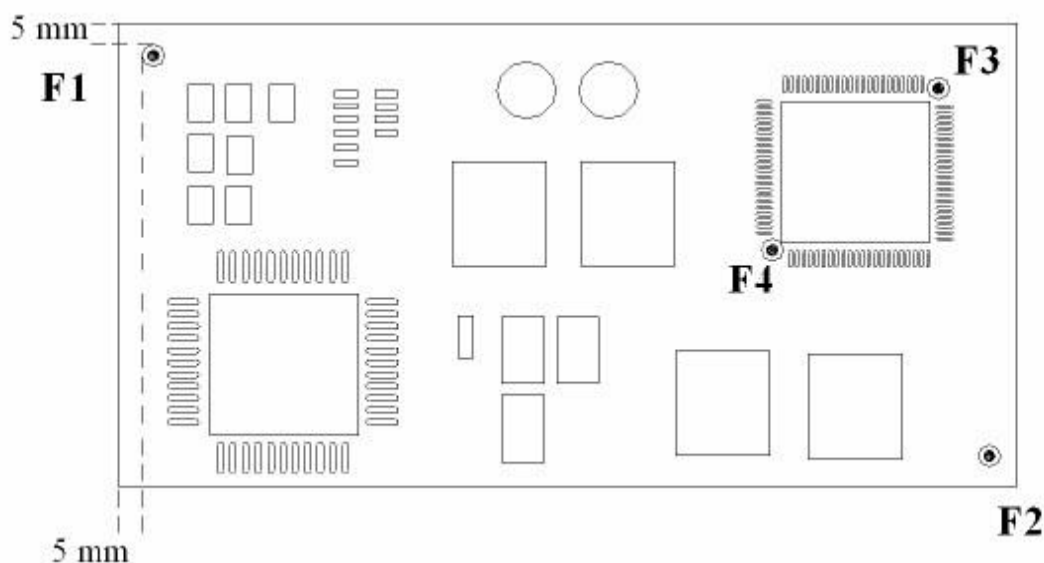

Рис.2 «Расположение реперных точек на ПП»
- 1.9. По диагональным углам платы расположить реперные точки, (См. рис.2,3). Минимальное расстояние от реперной точки до края платы - 5мм.